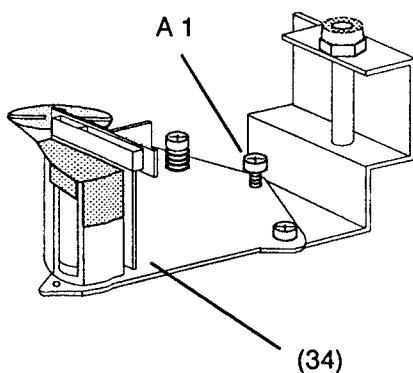

Fig. 37
- Neigung des A/C-Kopfes (34) mit Schraube "A1" (Fig. 37 / 38) so einstellen, daß das Band bei manueller Bandzugerhöhung leicht sichtbar, jedoch ohne zu bördeln am unteren Führungsbund des Bandlaufbolzens P4 aufliegt.
- Adjust the tilt of the A/C Head (34) with the screw "A1" (Fig. 37 / 38) so that the tape, whilst manually increasing the tape tension, just touches the lower collar of the Tape Guide Bolt P4 without crinkling.